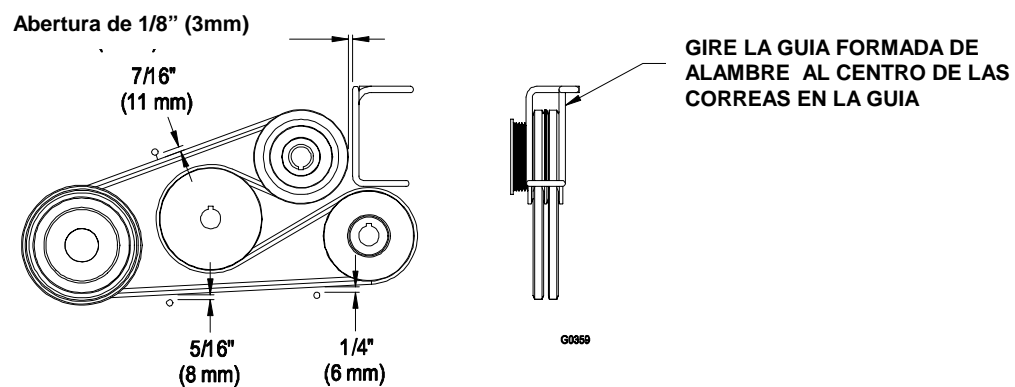

FIGURA 10
- c) Ajuste la guía de la correa como se muestra en la Figura 10.